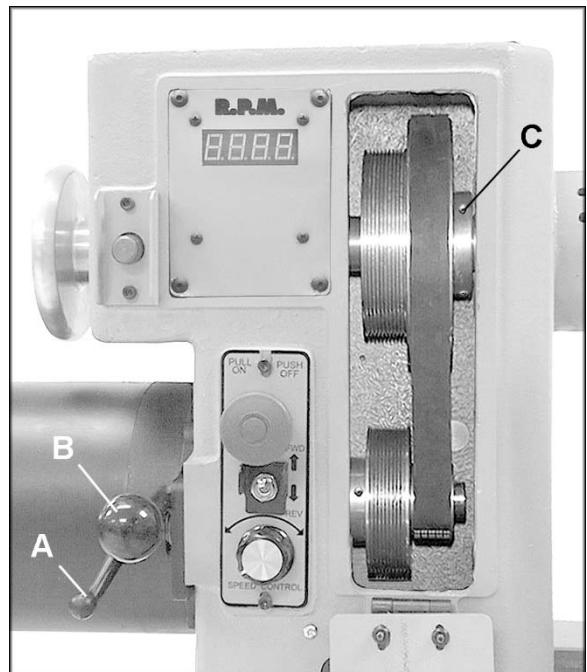

Рисунок 27
2. Ослабьте зажим подвески двигателя (А, Рис. 27) и поднимите рукоятку натяжения (В, Рис. 27), чтобы поднять двигатель.
3. Затяните зажим (А, Рис. 27), чтобы зафиксировать двигатель в данной позиции. Снимите ремень со шкивов.
7. При замене шкива шпинделя, ослабьте два установочных винта (C, Рис. 27), и сдвиньте шкив со шпинделем.